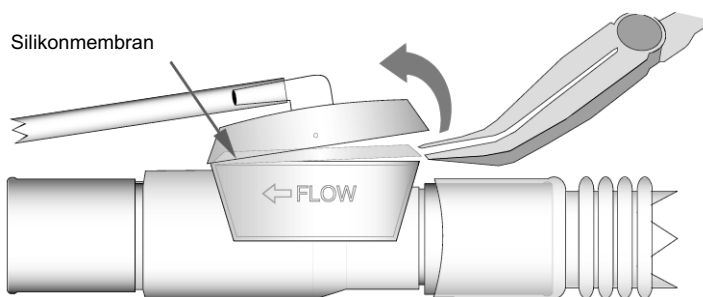

Abbildung D-1 Entfernen der Silikonmembran -- Schlauchsystem für Kinder/Erwachsene
1. Öffnen Sie das Ausatemventil vorsichtig mit einem Hämostat oder einem Mundspatel, wie in der Abbildung D-1 dargestellt. Entfernen Sie zunächst die obere Abdeckung, und entfernen Sie die Silikonmembran. Legen Sie die Silikonmembran in einem sauberen Bereich ausschließlich auf Einwegschlauchsysteme. Testen Sie das folgende Verfahren nicht mit einem wiederverwendbaren Schlauchsystem.